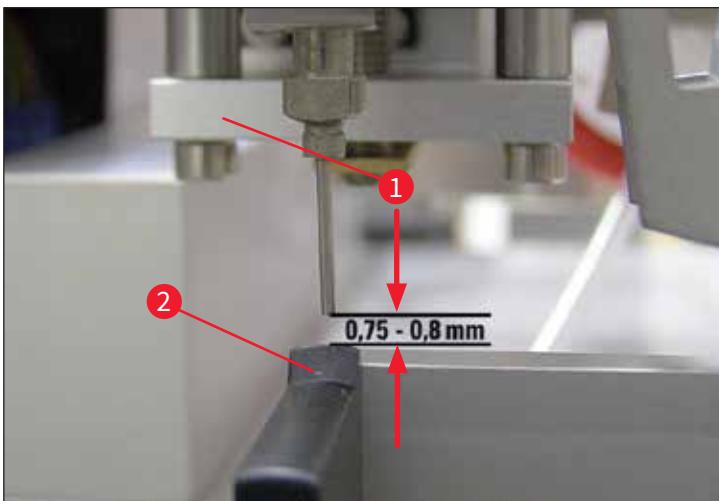

图 16
8. 从仪器前方执行目视检查, 再次检查喷胶针的设置高度 (→图 16)。